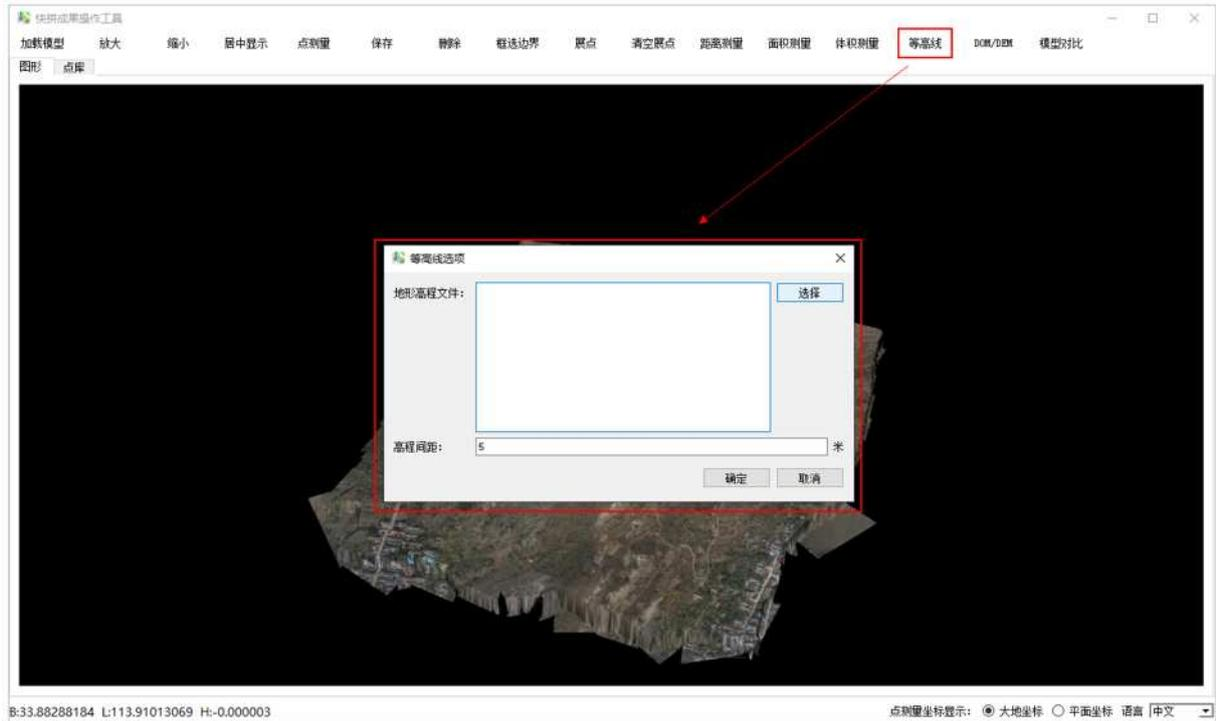

图 2-62 等高线选项界面
- 14) 用户点击“等高线”，软件弹出等高线选项界面，如图 2-62 所示，用户选择地形高程文件，如图 2-63 所示，输入高程间距，点击“OK”，等待软件处理，如图 2-64 所示，结果如图 2-65 所示。